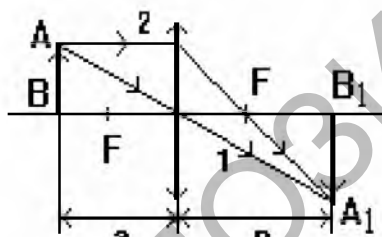

Рисунок 2
Для построения изображения в собирающей линзе (рисунок 2) от каждой точки предмета  $AB$  проводят два луча:
2. Перемещая линзу, найти положение линзы, при котором видно отчетливое изображение  $A_1B_1$  предмета  $AB$  на экране (см. рисунок 2).
5. По формуле (4) рассчитать фокусное расстояние  $f$  собирающей линзы. Найти среднее значение фокусного расстояния  $f_{cp.}$
7. Исходя из среднего значения фокусного расстояния, по формуле (1) рассчитать среднее значение оптической силы собирающей линзы  $D_{cp.}$